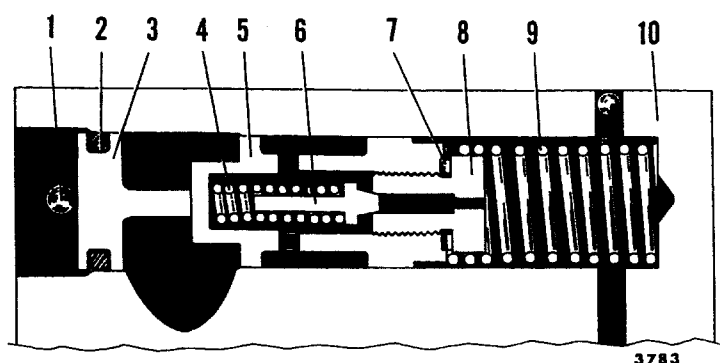

Fig 14-46. Flödes- och tryckbegränsningsventil
8. Har tryckbegränsningsventilen varit isärtagen för rengöring skall den sättas ihop först. Placera fjädern 4 fig 14-46 och ventilen i flödesventilen. Skruva i ventilsätet med justermellanlägg av samma antal och tjocklek som fanns vid isärtagningen.